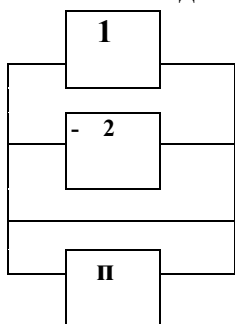

Рис. 2 Параллельное соединение элементов (подсистем) в технической системе
2) если отказ элемента не приводит к отказу всего объекта, то элемент считается встроенным в структурную схему параллельно (рис. 2).
Последовательность выполнения процедуры HAZOP (рис.2) основана на первоначальном выделении частей и элементов исследуемой технической системы и идентифицированных опасностей с последующим анализом отклонения технологических параметров по выбранному управляющему слову (табл. 1).